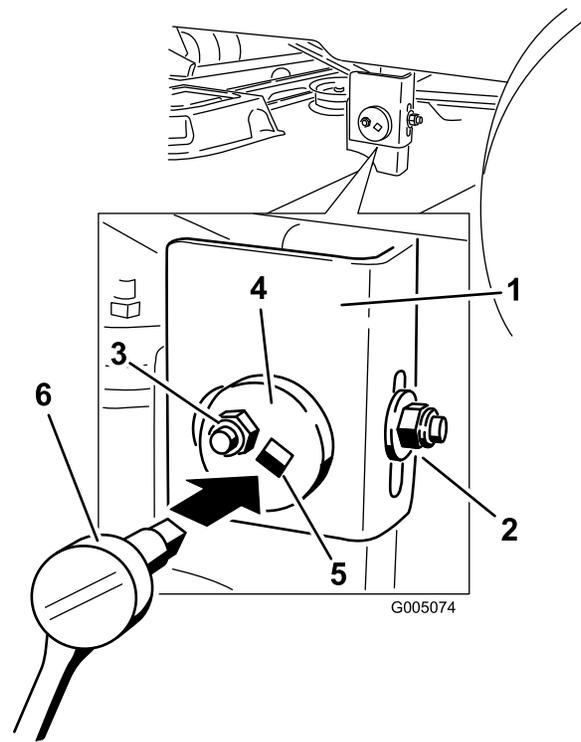

Figura 40
- En el lado izquierdo de la máquina. Afloje, pero no retire, la tuerca de bloqueo trasera de la barra de soporte (Figura 40).
- Afloje la tuerca de bloqueo lateral de la barra de soporte lo suficiente para permitir ajustar la placa excéntrica (Figura 40). Utilice una llave de extensión de 3/8 pulgada de una llave de tubo para manipular la placa excéntrica. Utilice la llave para ajustar la altura de la plataforma del cortacésped a la altura deseada.
- Cuando la plataforma esté en la posición deseada, apriete la tuerca de bloqueo lateral de la barra de soporte para fijar la posición nueva (Figura 40).